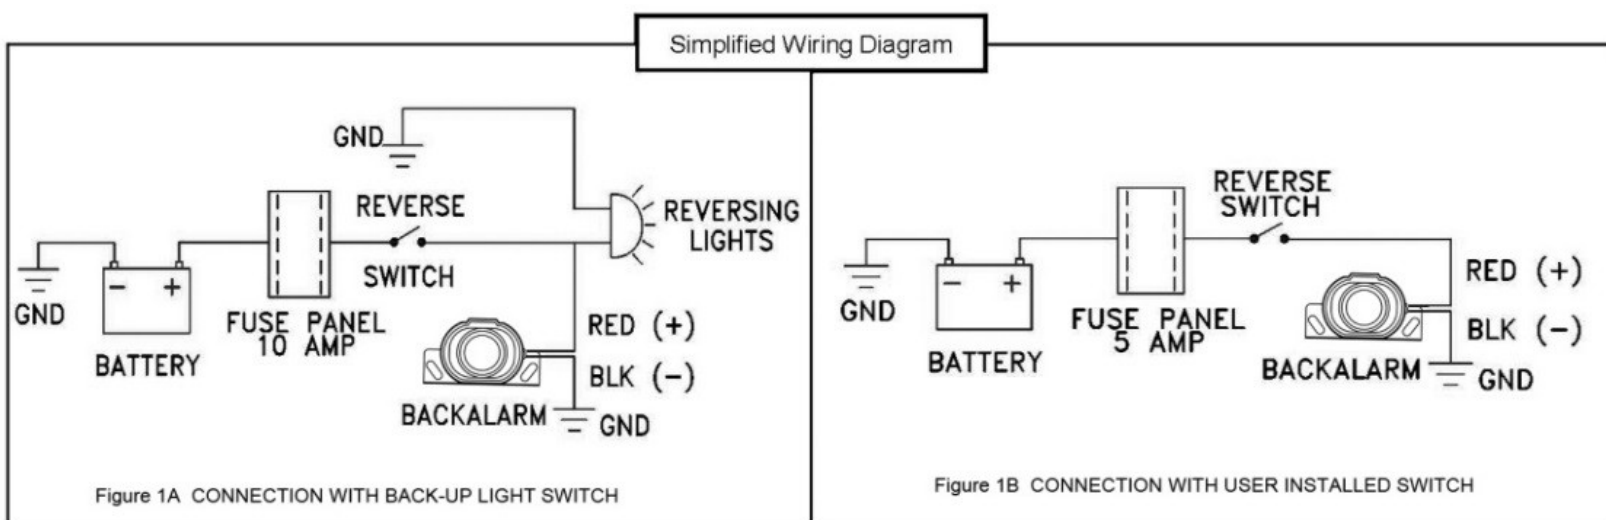

Рис. 2
С помощью многожильного медного провода (диаметром сечения не менее 1мм) соедините сигнал, как показано на Рис.2 (фиг.1А) - при использовании светового сигнала движения задним ходом транспортного средства или как показано на Рис.2 (фиг.1В) - если возможна установка отдельного переключателя.
- Заземление согласно схемам на Рис.2 (1А, 1В, в зависимости от выбранного варианта установки) является обязательным условием правильного подключения сигнала, на протяжении всего времени использования устройства. Прокладывайте все провода в соответствии с рекомендациями изготовителя транспортного средства.